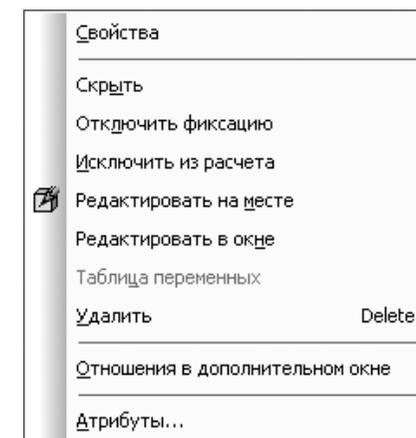

Рис. 6.34. Контекстное меню пункта **Деталь (Ролик)** в **Дереве модели**
- щелкните правой кнопкой мыши в **Дереве модели** по только что появившейся ветви под названием **Ролик**. Ветвь и модель детали выделяются зеленым цветом. Одновременно появится контекстное меню, показанное на рис. 6.34.